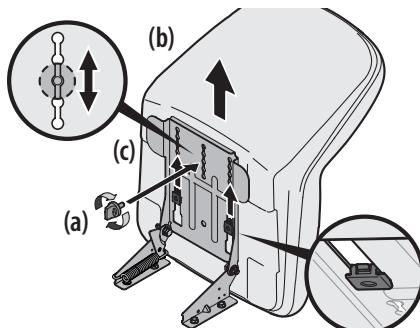

Figure 4
4. Faites glisser le siège (b) vers l'arrière dans le support de pivotement (c) en alignant la fente centrale du support avec le trou libre sur la base du siège (b). Voir Figure 4.
NOTE: Assurez-vous que les deux encoches du siège s'engagent dans le support de pivotement, comme illustré dans l'encadré de la Figure 4 à la page 65.
- Placez le siège (b) à la position désirée et fixez-le avec le bouton de réglage ou le boulon de 9/16 po (a) retiré antérieurement. Voir Figure 4 à la page 65.